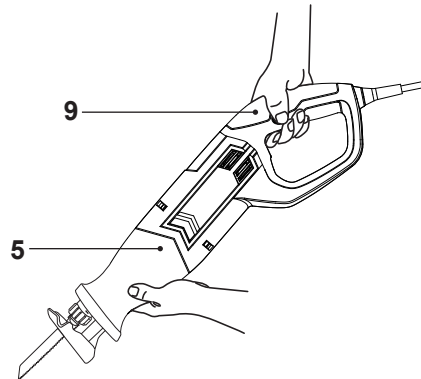

Fig. 7
- > Revise que hay suficiente espacio para la hoja de sierra (1) por debajo de la pieza de trabajo.
- > Sujete el producto con una mano en la empuñadura (9) y con la otra en la superficie de agarre (5). Nunca intente hacer funcionar el producto con una mano sola. Mantenga sus manos alejadas de la parte inferior de la pieza de trabajo (Fig. 7).